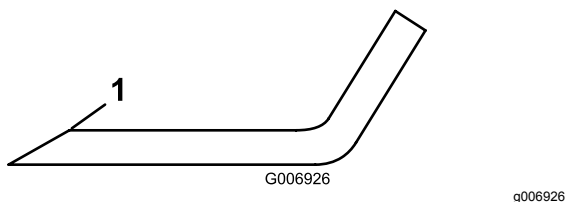

Figura 69
4. Inspeccione los filos de todas las cuchillas. Si están romos o tienen mellas, afílelos; afile únicamente la parte superior del filo y mantenga el ángulo de corte original para asegurar un afilado correcto (Figura 69).